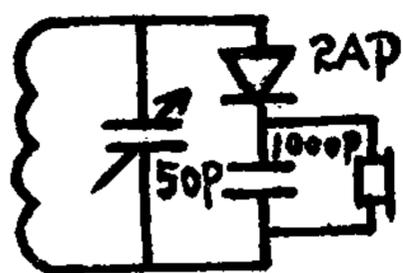

图 64
① 先调音频振荡器。将耳机串联一个 $.05\mu\text{F}$ 的电容器一端接 BG_3 的集电极，另一端接地，调整 R_{10} 的阻值，正常的情况下，耳机中会发出“嘟——”的声音，如果没有，则说明音频振荡器电路有故障。可在这一级检查。如集电极上有声，再将耳机同样串联一个 $.05\mu\text{F}$ 电容器接到 BG_2 的发射极和地之间。如无音频声，则故障在射极跟随器，可检查排除。
② 按图 64 做一个检测器，将检测器的线圈套在